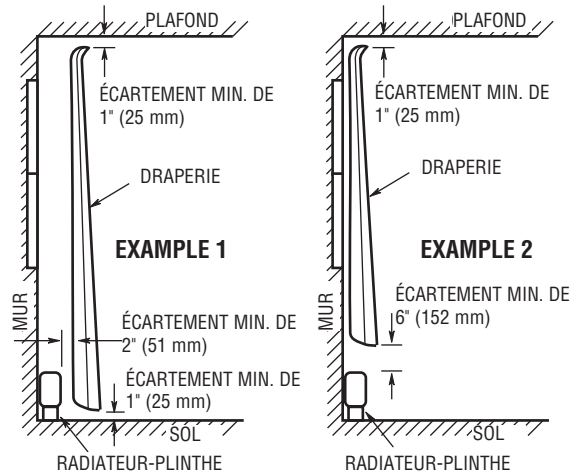

Figure 1. Positionnement de rideaux près du radiateur
7. **ATTENTION** – Le radiateur fonctionne à des températures élevées. Maintenez les cordons électriques (dont les câbles du téléphone et de l'ordinateur), les tentures et autres parties de l'ameublement à distance du radiateur. Pour un fonctionnement sûr et efficace, nous recommandons de garder 6 pouces (152 mm) d'écartement au-dessus et devant le radiateur en permanence. Consultez la section sur les écartements et la Figure 1 pour les exigences minimales d'écartements.